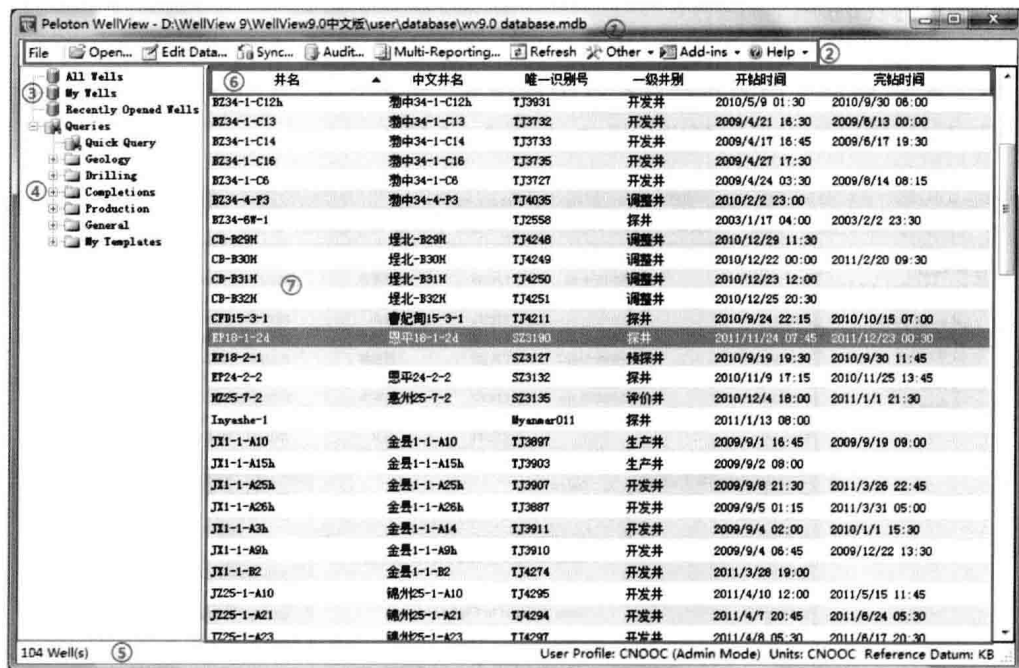

图 3-4 WellView 软件主界面
启动 WellView9.0 软件,WellView 软件的主界面如图 3-4 所示。界面上部为软件的快捷命令按钮;井目录和快速查询以树状结构显示在界面的左侧;井数据列表则显示在界面的右侧。
- (1) 图 3-4 中的① 为标题栏,显示打开数据库的名称和位置。
- (2) 图 3-4 中的② 为软件菜单的快捷命令按钮,各按钮功能如下:
(3) 图 3-4 中的③ 为井目录列表,以 All Wells, My Wells 和 Recently Opened Wells 3 种方式存放井,供用户选择。井目录可以使用户以不同的方法在数据库中找到所需要的井。
(4)图 3-4 中的④ 为井查询模块,可以利用井查询按钮,根据用户需求,自定义条件按井名、区域、时间等进行查询。